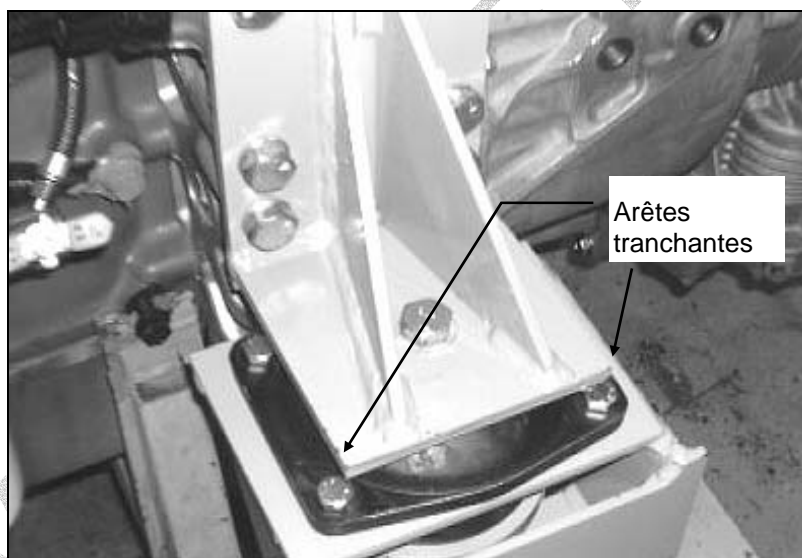

FIGURE 2
2. Inspecter le câble et assurez-vous qu'il n'a pas été endommagé par la friction sur un objet pointu ou abrasif. Porter une attention particulière à la section du câble près du pied de support du moteur. La figure 2 démontre les rebords particulièrement tranchants du pied de support du moteur où des problèmes d'usures pourraient survenir.